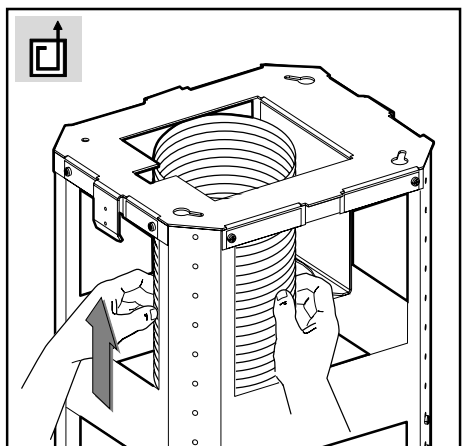

Fig.7
- **Versione aspirante:** fissare il tubo flessibile al foro di evacuazione aria predisposto (fig.7)